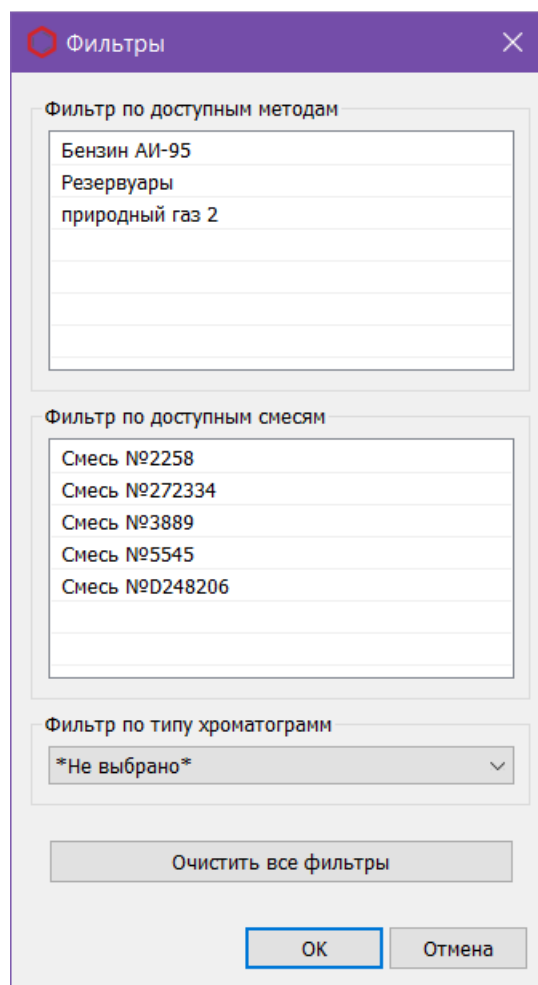

Рис. 7. Окно «Фильтры»
1. В основном окне нажмите **Фильтры**. Откроется окно *Фильтры* (Рис. 7).